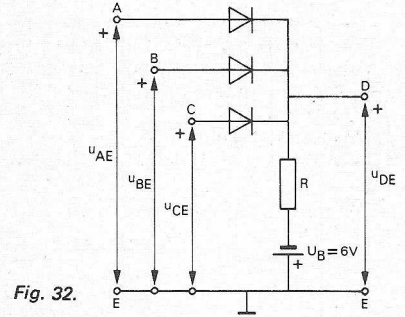
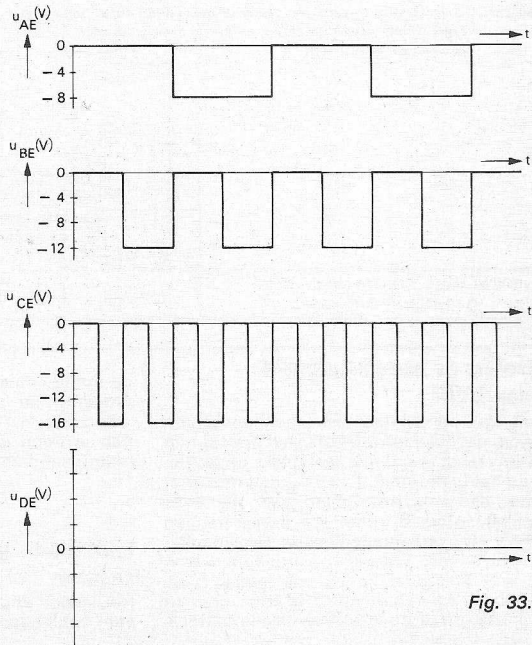

Fig. 32.
Fig. 33.
2. De schakeling van fig. 32 heeft drie ingangen t.o.v. aarde, waaraan de spanningen u_{AE} , u_{BE} en u_{CE} worden toegevoerd. Het verloop van deze spanningen is in fig. 33 weergegeven. De dioden hebben een doorlaatweerstand nul en een sperweerstand oneindig. Schets in fig. 33 het verloop van de uitgangspanning u_{DE} .